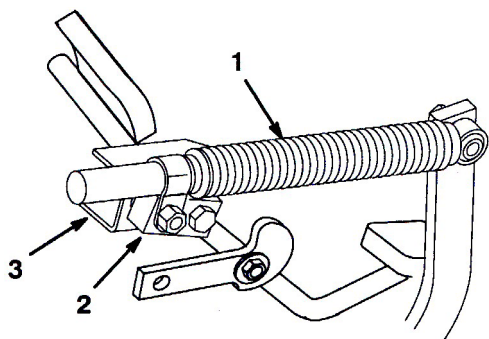

図60
2. ダンパ・ピボットとダンパ・ブラケットをつないでいるロックナットをゆるめる (図60)。